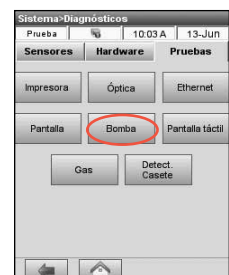

Ilustración 4: Administrador del sistema > Diagnósticos > Pruebas > Bomba
2. Pulse **Bomba** (Ilustración 4) para probar el motor de la bomba. La bomba debería funcionar suave, sin exceso de ruido. Esta prueba de diagnóstico pasa automáticamente por todas las velocidades que se emplean durante el funcionamiento normal (7.5–120 rpm) y luego vuelve a la pestaña de Diagnósticos > Pruebas.